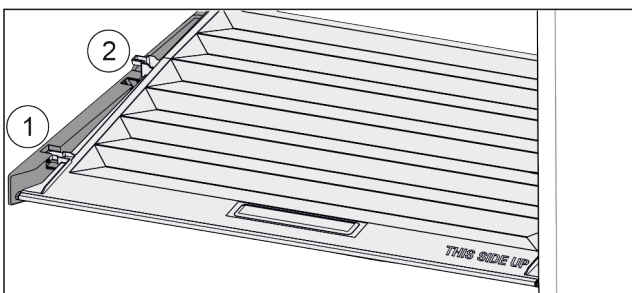

Fig. 116
- ▶ Кришку до отвору в деталях для підтримки потягнути вперед Fig. 116 (1).
- ▶ Підняти ззаду знизу та вийняти Fig. 116 (2) вгору.